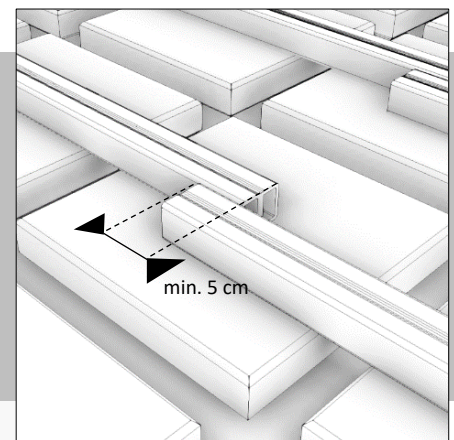

FIG. 3
- Leg de onderliggers nooit met de uiteinden tegen elkaar, zorg ervoor dat ze elkaar minimaal 5 cm overlappen (Fig. 3).